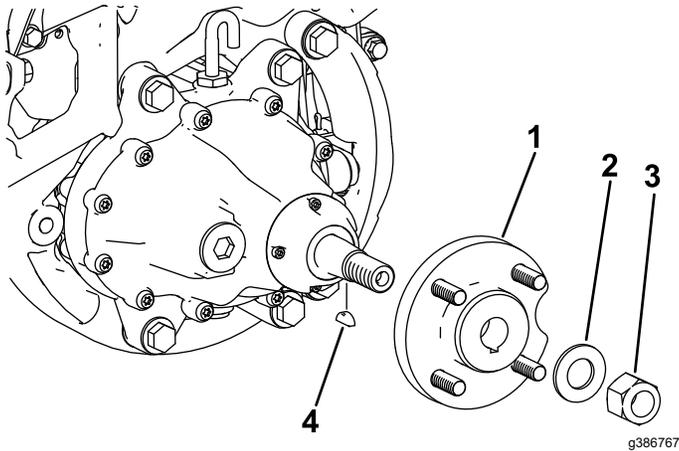

Figura 8
1. Instale el cubo de rueda que se retiró anteriormente con la contratuerca y la arandela correspondientes (Figura 8).
3. Instale la chaveta semicircular (Figura 8).